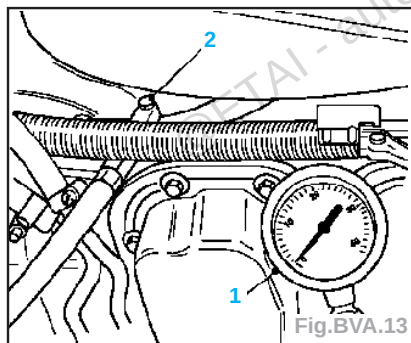

Fig.BVA.13
- Monter l'adaptateur **KM-712-A** vers le manomètre **KM-498-B** dans l'alésage de contrôle de la conduite d'huile (Fig.BVA.13).